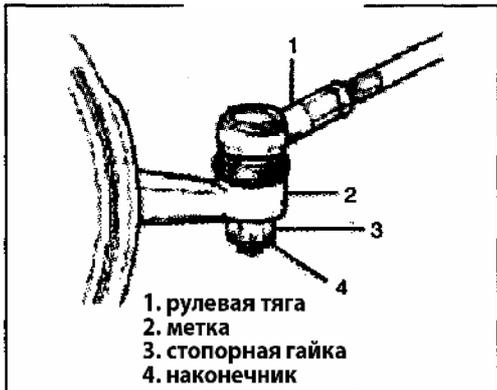

Рис. 421
- 2) Снимите шплинт и гайку пальца шарнира (Рис. 421).